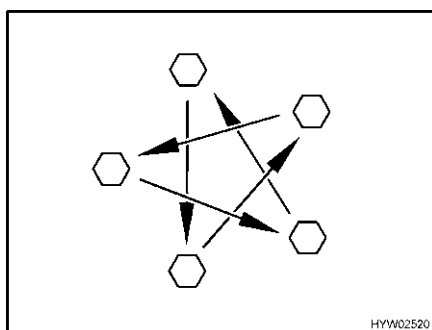

Fig. 88 Serrare a croce i dadi o i bulloni delle ruote
- Controllare regolarmente il serraggio dei dadi o dei bulloni. Regolare a croce (Fig. 88) il serraggio dei dadi o dei bulloni di una ruota sostituita dopo circa 50 km.